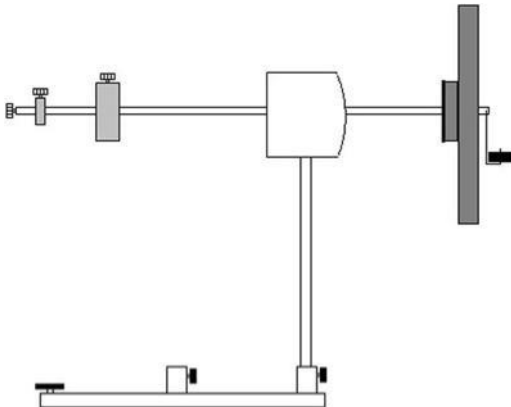

Fig. 2 : Précession
- Construisez le gyroscope comme le montre la figure 2 et mettez-le en équilibre.